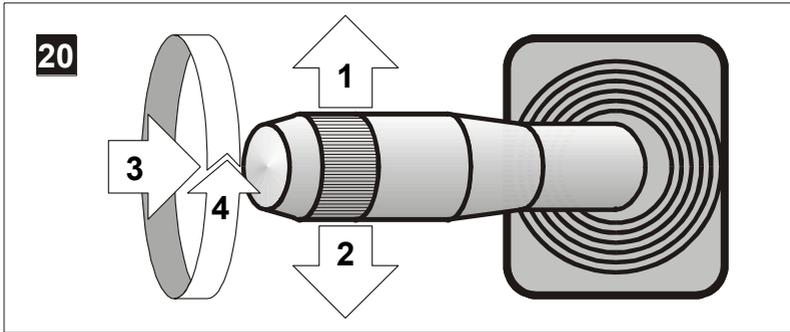

Abb. 18
20. SCHALTER FÜR LICHT / BLINKANLAGE/ HUPE (Abb. 18).